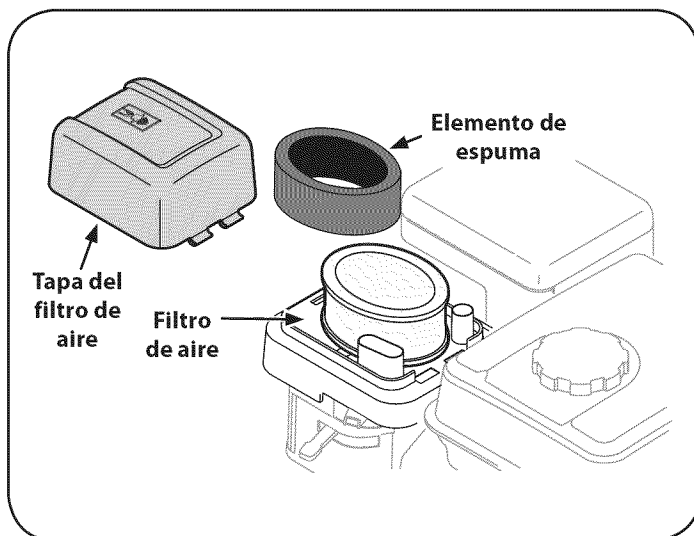

Figura 19
1. Oprima la pestaña de la tapa del filtro de aire, levante la tapa y retire el filtro. Vea la Figura 19.